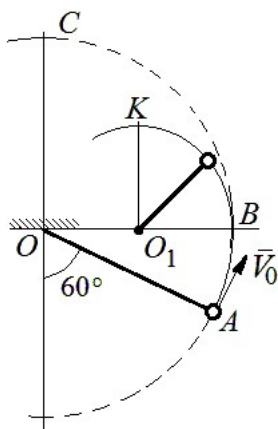

Рис. 4.24. Схема движения груза на нити
**Задача 52.** Груз подвешен на нити длиной  $l = 1$  м, закреплённой в неподвижной точке  $O$  (рис. 4.24). В начальный момент груз находился в положении  $A$ , при котором линия  $OA$  составляет с вертикалью угол  $60^\circ$ . В этом положении грузу сообщают начальную скорость  $\vec{V}_0$ , перпендикулярно нити. Достигнув горизонтального положения, нить, натянутая грузом, встречает препятствие в виде тонкой проволоки в точке  $O_1$ , расположенной на середине длины нити, и дальше навивается на неё.